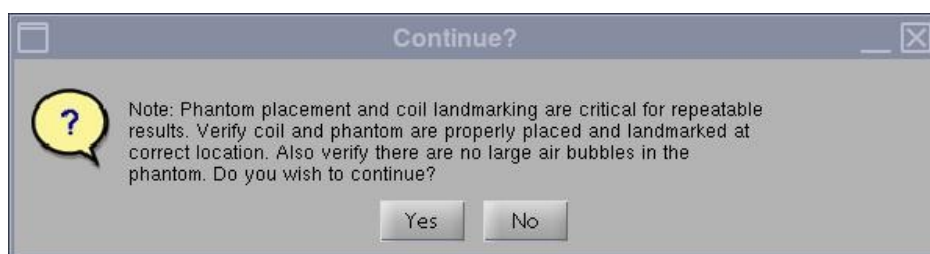

Figura 4
3. Tras el inicio, aparecerá una nota indicando «Phantom placement and coil landmarking are critical for repeatable results» (La colocación del fantoma y el registro de la posición de la bobina son esenciales para obtener resultados repetibles). Si el registro de la posición de la bobina se ha realizado correctamente y no hay burbujas de aire en el fantoma, haga clic en **[Yes]** (Sí) para continuar. (Figura 4).